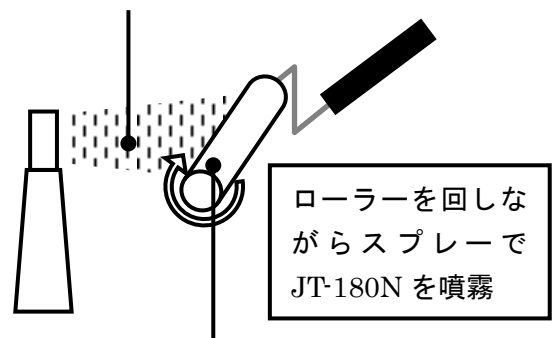

図2
- ・専用ローラーJR-198に転写液JT-180Nを塗布する(図2)。